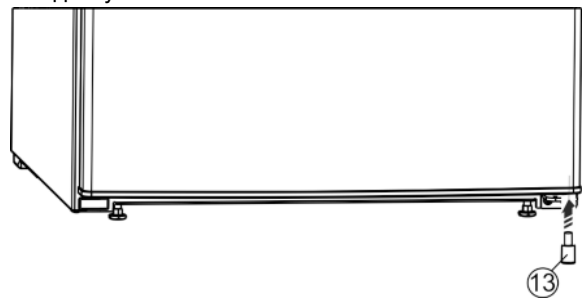

Fig. 11
- ▶ Знову вставте розпірку *Fig. 11 (13)* у дверцята внизу справа, оскільки вона потрібна для забезпечення стійкості пристрою.